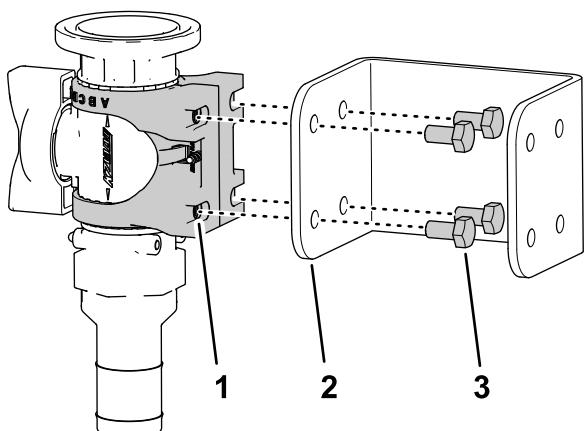

図 41
5. フランジヘッドボルト (M6 x 12 mm) 4本と平座金4枚を使って、バルブマウントをコントロールバルブブラケット(図 41)に取り付け、ボルトを1012 N·m (1.1 1.3kgm) のトルクで締める。